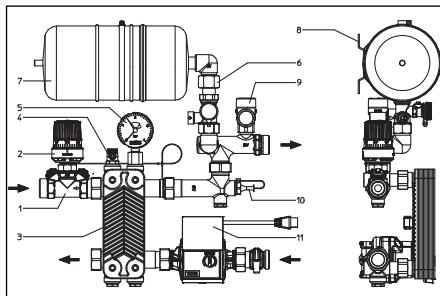
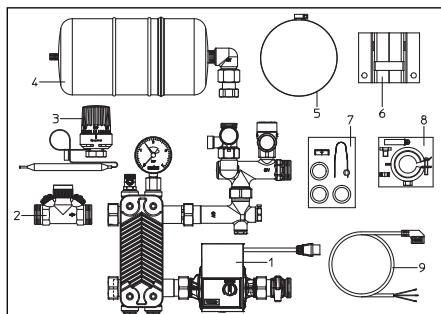

Fig. 5.1 Vue d'ensemble «Regufloor HX»
Fig. 6.1 Fourniture
- Monter le robinet de réglage «Hyocon HTZ» (pièce 2, fig. 6.1) sur l'aller, du côté primaire de l'ensemble (pièce 1, fig. 6.1).
- Monter l'ensemble prémonté (pièce 1, fig. 6.1) dans le coffret à l'aide du jeu de montage (pièce 8, fig. 6.1).
- Visser le vase d'expansion à membrane (pièce 4, fig. 6.1) sur le robinet à chape plombable (pièce 6, fig. 5.1) et le fixer au rail du coffret à l'aide du collier et de la plaque de fixation (pièces 5 et 6, fig. 6.1).
- Visser le régulateur de température (pièce 3, fig. 6.1) sur le robinet de réglage «Hyocon HTZ». Introduire la sonde dans la douille plongeuse montée sur l'aller du côté primaire (pièce 10, fig. 5.1) et la fixer à l'aide de la vis en veillant à ce que le tuyau capillaire ne soit ni plié, ni aplati.